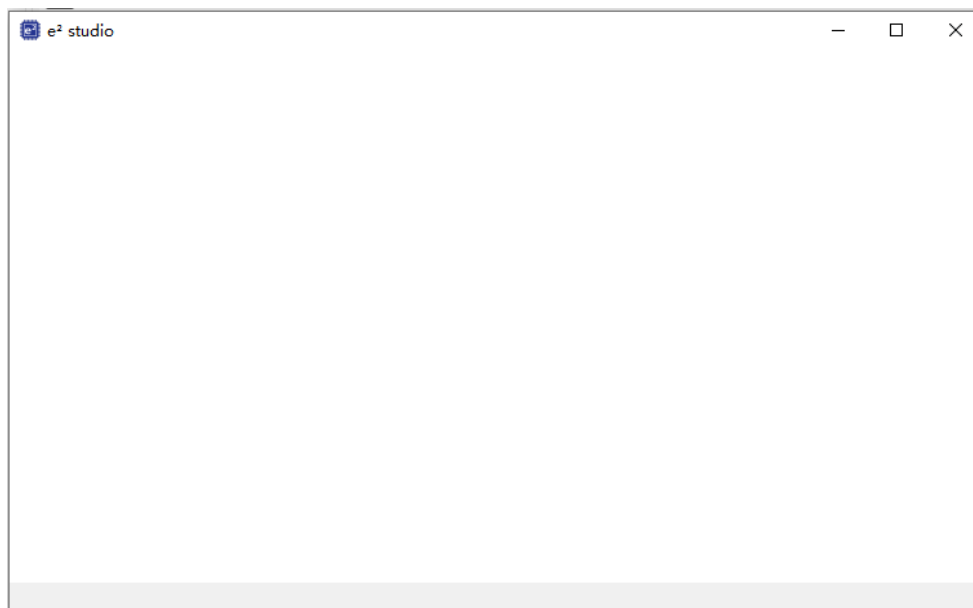

図 3-1 ヘルプページが正常に開けない際の画面例
1. [ヘルプ(H)]->[ヘルプ目次(H)]を選択した際に、正常にヘルプを表示できないことがあります。(図 3-1)
2. LCD 設定ダイアログから「ヘルプを開く」リンク (図 3-2) をクリックした際に、正常にヘルプを表示できないことがあります。(図 3-1)
3. Segment LCD 結線テスト(QE)ビューからヘルプアイコン (図 3-3) を選択した際に、正常にヘルプを表示できないことがあります。(図 3-1)
4. LCD パターンデザインダイアログから「ヘルプを開く」リンク (図 3-4) をクリックした際に、正常にヘルプを表示できないことがあります。(図 3-1)
5. サンプルコードの表示ダイアログから「ヘルプ」ボタン（図 3-5）をクリックした際に、正常にヘルプを表示できないことがあります。（図 3-1）